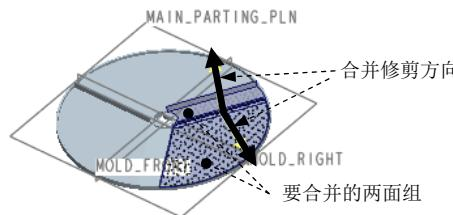

图 5.18 定义合并方向
- (1) 按住 Ctrl 键, 选取图 5.18 所示的两个面组。
- (2) 单击**分型面**操控板中**编辑** ▾ 区域的合并按钮, 此时系统弹出“合并”操控板。
- (3) 定义合并修剪的方向, 调整合并方向, 如图 5.18 所示。
(4) 在“合并”操控板中单击 \checkmark 按钮。